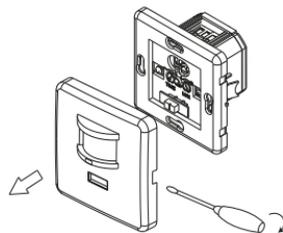

Рис. 1
- Снять крышку датчика (рис. 1).